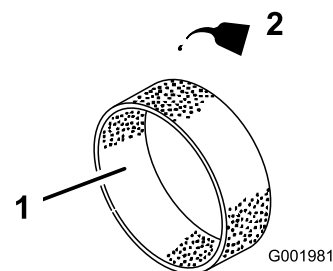

Figura 44
4. Applicare circa 30 – 60 ml d'olio sull'elemento (Figura 44).